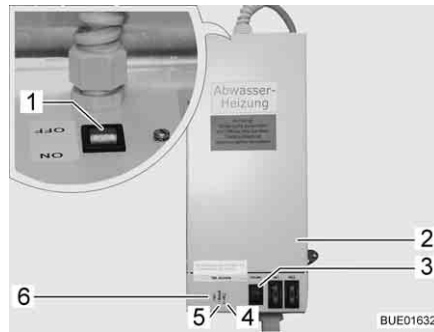

Fig. 234 Transformateur avec régulateur
Le transformateur 230 V AC/12 V DC (Fig. 234,2) est, suivant le modèle, monté dans la penderie ou dans la banquette de la dînette.
- Le voyant de contrôle (Fig. 234,5) s'allume en vert : Régulateur en marche.
- Les voyants de contrôle (Fig. 234, 4 et 6) s'allument en rouge : Les conduites des eaux usées sont chauffées.
Un bouton-poussoir de contrôle (Fig. 234,3) est intégré dans le boîtier, ce bouton permet d'enclencher brièvement le régulateur. En appuyant sur le bouton-poussoir de contrôle, vous pouvez tester le fonctionnement du chauffage, même si la température ambiante est supérieure à 5 °C.
- Placer l'interrupteur (Fig. 234,1) du transformateur (Fig. 234,2) sur "ON".
- Placer l'interrupteur (Fig. 234,1) du transformateur (Fig. 234,2) sur "OFF".